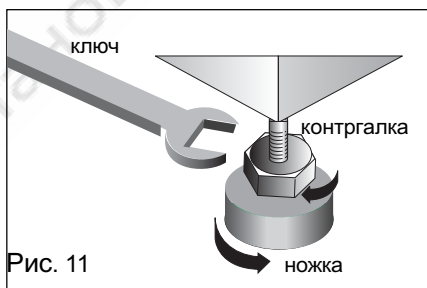

Рис. 11
- ❑ Защитить ножки при помощи контргаек (рис. 11)